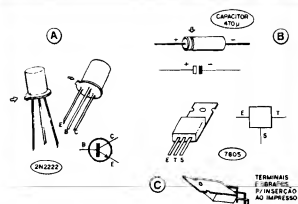

Fig. 3
- FIG. 3 - "MASTIGANDO" ALGUNS COMPONENTES IMPORTANTES - Normalmente, os componentes das montagens de A.P.E. já estão devidamente identificados, visualmente, ou no TABELAO A.P.E., ou no próprio "chapeado" da montagem... Mas quando algumas peças não muito "usuais" são empregadas nos circuitos, costumamos mostrá-las em detalhes, de aparência, pinagem, símbolo e outros quesitos... Nesse sentido, a figura mostra, no item 3-A, o transistor 2N2222 (usado, no TEDIG, como sensor de Temperatura...), enfatizando que existe, no componente, uma "orelhinha" na base do seu corpo metálico (indicada pelas setas...) a partir da qual podemos, facilmente, identificar a seqüência dos nomes e funções dos seus terminais... Outro ponto a ser considerado: o capacitor eletrolítico empregado na montagem, deve ter seus terminais em posição